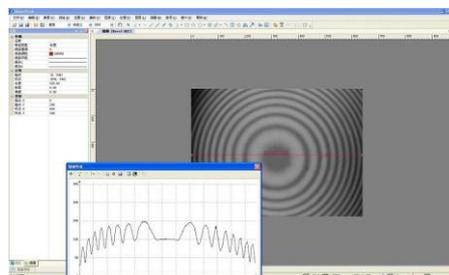
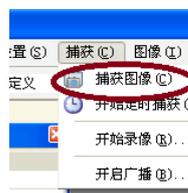

图 6 牛顿环各条纹光强变化图
图 8 捕获图像
5. 在牛顿环图上画一水平线段，双击确认，在菜单中选取处理-剖面线。就会得到牛顿环各条纹光强变化(分布)图,如图 6。根据剖面线，上下调节一下镜筒，使牛顿环清晰。左右略微移动一下光源，使光照均匀。左右略微移动镜筒，使牛顿环两边环数相同。再点击菜单“捕获”，选择“捕获图像”。如图 8 这时原来显示活动的图像变成静止的牛顿环图片。点击图片上线段上方数字，又可以看到牛顿环光强变化图。或再画水平线段。